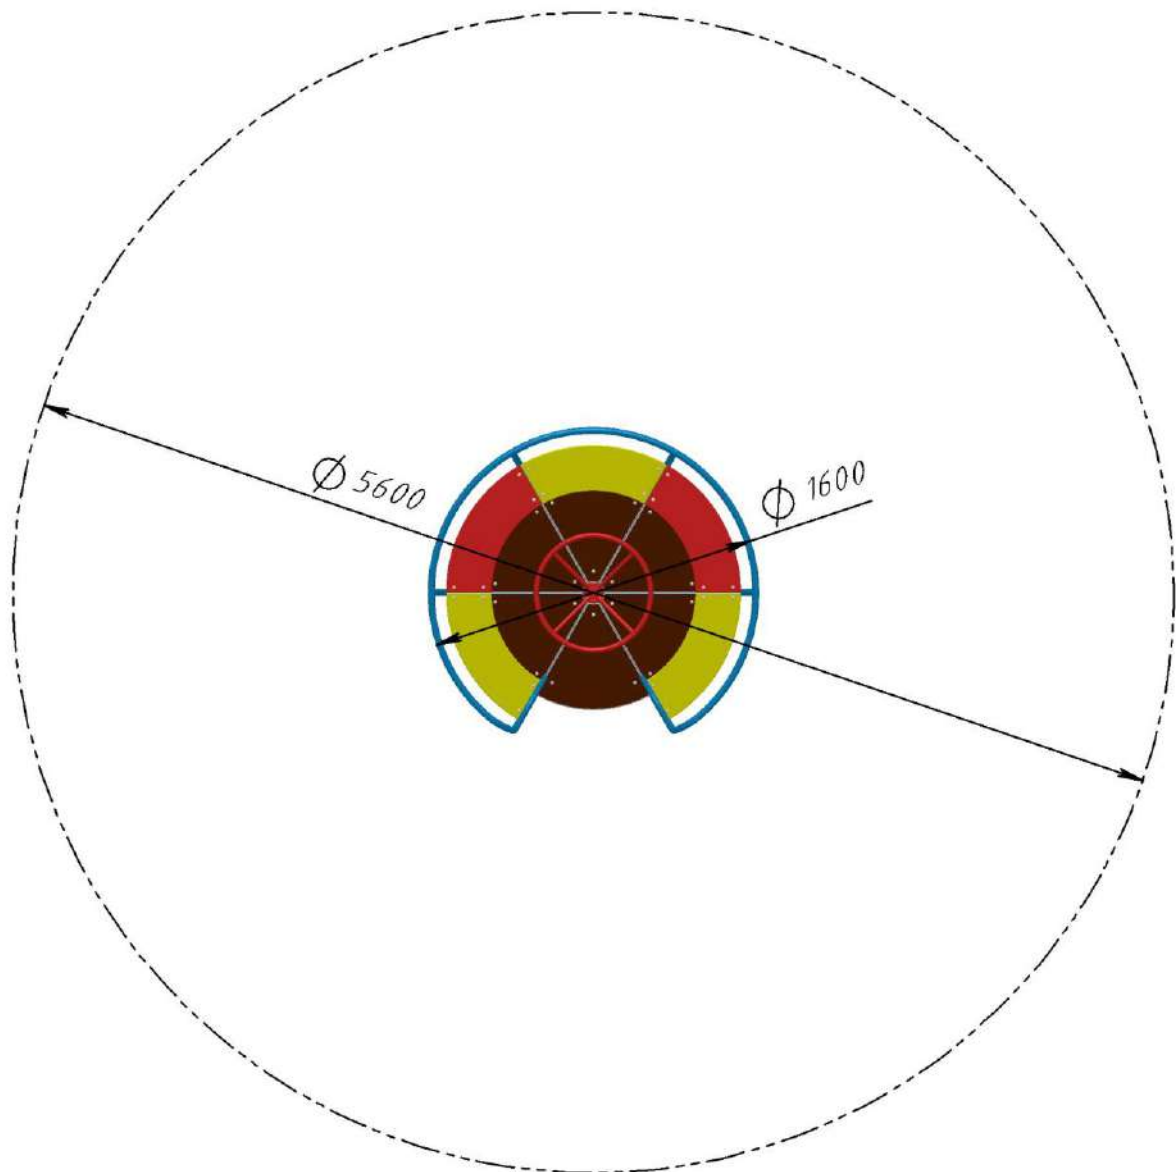

Рис.2 Зона приземления карусели РТР 073
3.5. Монтаж карусели проводится на ровном месте в соответствии с планировкой размещения всего оборудования площадки. При монтаже необходимо обеспечить безопасную зону приземления вокруг карусели в соответствии с рис. 2.